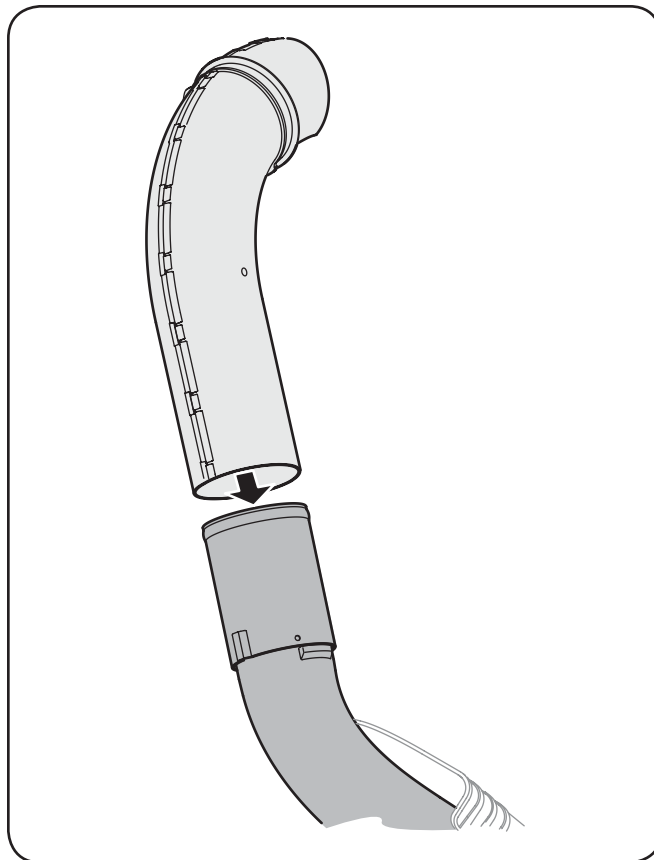
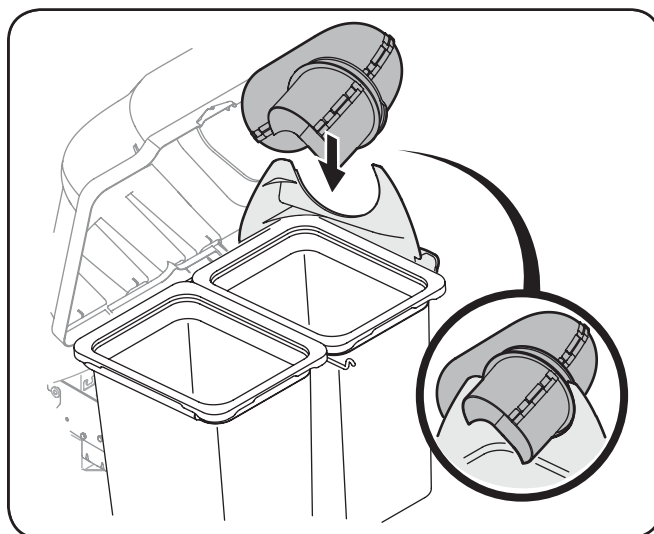

Figure 4-26
Figure 4-27
16. Con la hierba receptor de apertura de la cubierta, instalar la tolva de descarga sobre la cascada de extensión del tubo, como se ve en la Fig. 4-26, y el resto el extremo superior en la parte superior de la tolva de apoyo instalado en el lado derecho de la bolsa de apoyo a la Asamblea. Ver Fig. 4-27.
Nota: La ranura en la parte superior de la tolva se debe alinear con la parte superior de la tolva de apoyo, como se ve en el recuadro de la Fig. 4-27.